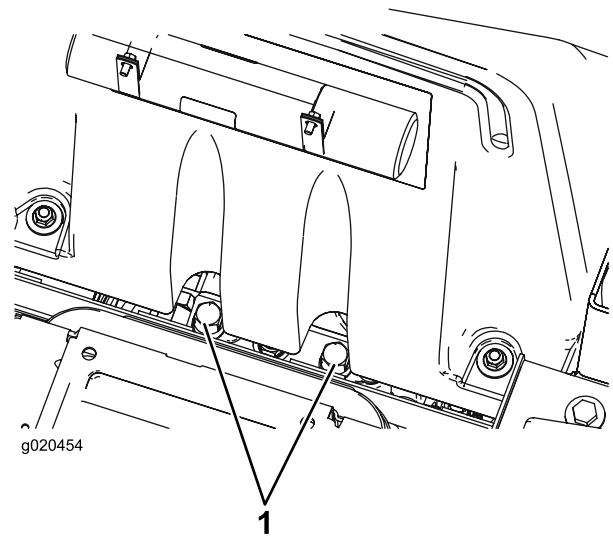

Figure 52
1. Soulevez le siège et localisez les vannes de dérivation qui sont situées sous l'avant du réservoir de carburant (Figure 52).